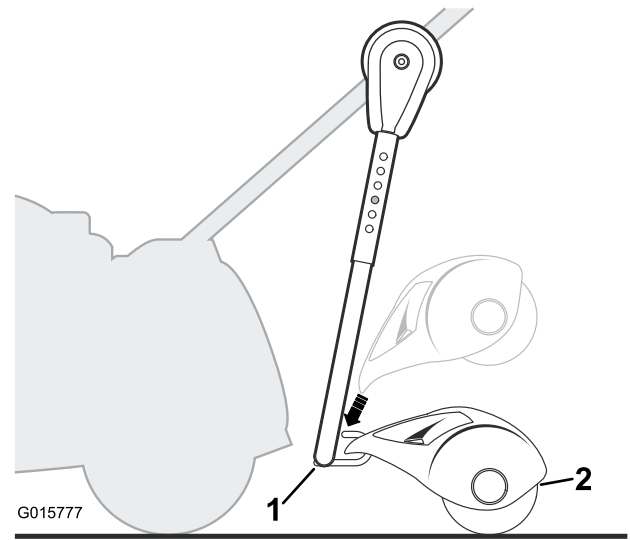

Figura 6
3. Conecte el rodillo lleno de arena al gancho del tubo de enganche, según se muestra en Figura 6.